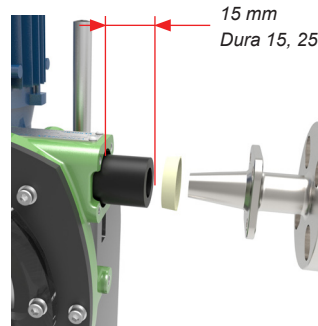
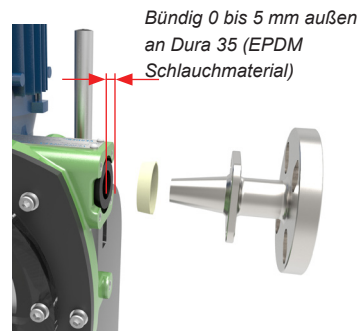
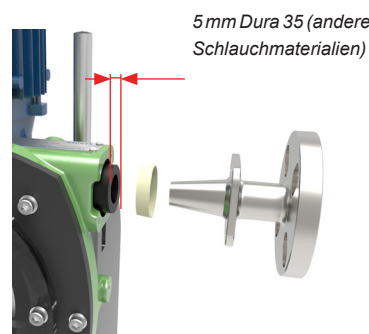

Abbildung 16. - 15mm Überstand (Standard-Port Flansch)
Abbildung 18. - Schlauch bündig (Standard-Port Flansch)
Abbildung 20. - 5mm Überstand (Standard-Port Flansch)
7. Lassen Sie die Pumpe vorwärtslaufen und anhalten, wenn der Schlauch für die Dura 10, 15 und 25 jeweils 15 mm von der Flanschoberfläche am Pumpengehäuse hervorsteht. (Abbildung 16). Für die Dura 35 ist der EPDM-Schlauch bündig mit der Oberfläche des Pumpengehäuses (Abbildung 18) alle anderen Schlauchmaterialien stehen 5 mm hervor (Abbildung 20).